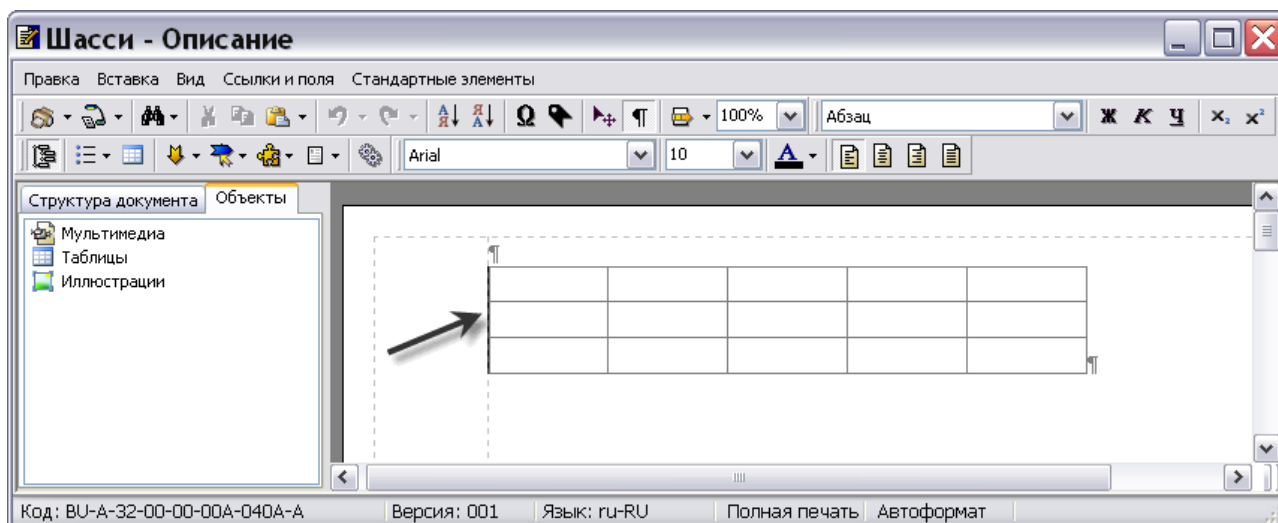

Рис. 5.89
2. Установите курсор вдоль левой границы неформальной таблицы (Рис. 5.89).